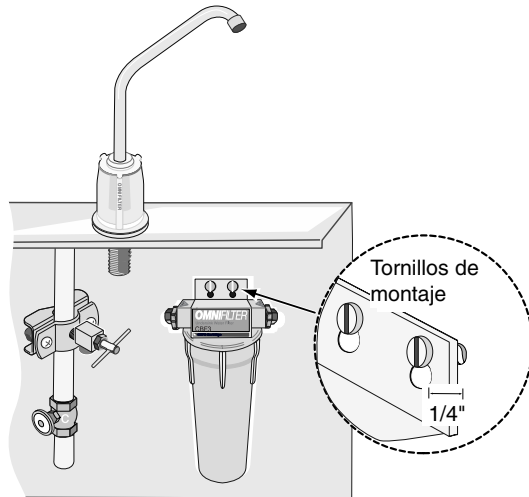

Figura 8
12. Instale la unidad del filtro en los tornillos de montaje instalados en la Paso 2 y apriete los tornillos de montaje. Consulte la Figura 8.